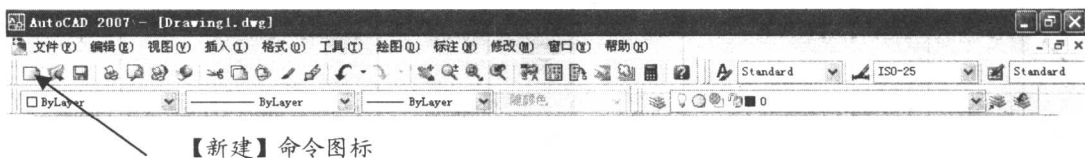

图 1-3 运用标准工具栏图标新建文件
(2) 单击工具栏中新建图标, 出现如图 1-3 所示的窗口, 得到和单击【文件】/【新建】命令一样的效果。